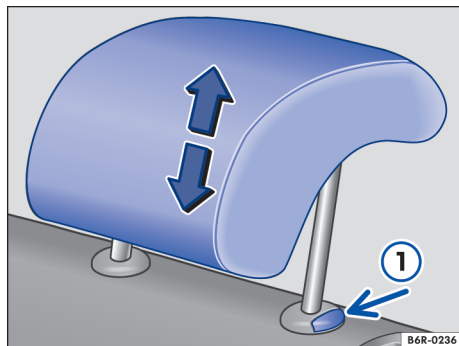

Fig. 62 Desinstalar o apoio para cabeça traseiro.
- Retirar o apoio para cabeça com o botão → Fig. 62 ① pressionado. ▶
- Empurrar o apoio para cabeça para baixo com o botão → Fig. 62 ① pressionado.